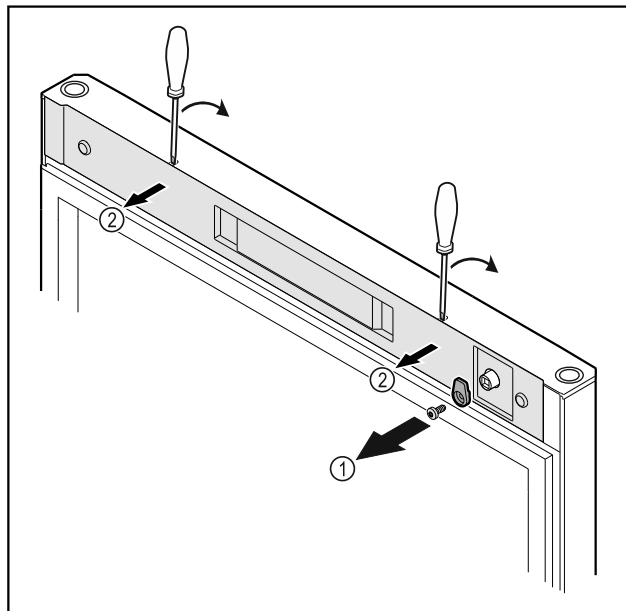

Fig. 18
- ▶ Odvrnite kuke za zatvaranje Fig. 18 (1).
- ▶ Odvojite poklopac Fig. 18 (2) malim odvijačem i skinite ga.